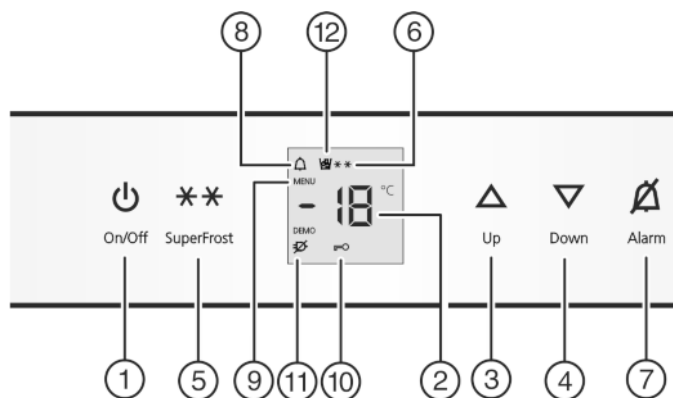

Fig. 2
- ▶ нажмите кнопку On/Off Fig. 2 (1).
- ▶ Активация режима настройки: удерживайте кнопку SuperFrost Fig. 2 (5) прибл. 5 секунд.
- ▷ Символ меню Fig. 2 (9) горит.
- ▶ Коротко нажмите кнопку SuperFrost Fig. 2 (5) для подтверждения.
- ▶ Для включения защиты от детей коротко нажмите клавишу SuperFrost Fig. 2 (5).
- ▷ Символ "Защита от детей" Fig. 2 (10) горит. На индикации мигает **с**.
- ▶ Для выключения защиты от детей коротко нажмите клавишу SuperFrost Fig. 2 (5).
- ▷ Символ защиты от детей Fig. 2 (10) гаснет. На индикации мигает **с**.
- ▶ Выход из режима настройки: нажмите кнопку On/Off Fig. 2 (1).
► Нажмите кнопку Alarm Fig. 2 (7).
Одновременно мигает индикация температуры и символ тревоги Fig. 2 (8).
Звуковой сигнал выключается автоматически, символ аварийного сигнала Fig. 2 (8) выключается и индикатор температуры перестает мигать, если температура снова становится достаточно низкой.
► Установка более высокой температуры: нажмите кнопку настройки Up Fig. 2 (3).
► Установка более низкой температуры: нажмите кнопку настройки Down Fig. 2 (4).